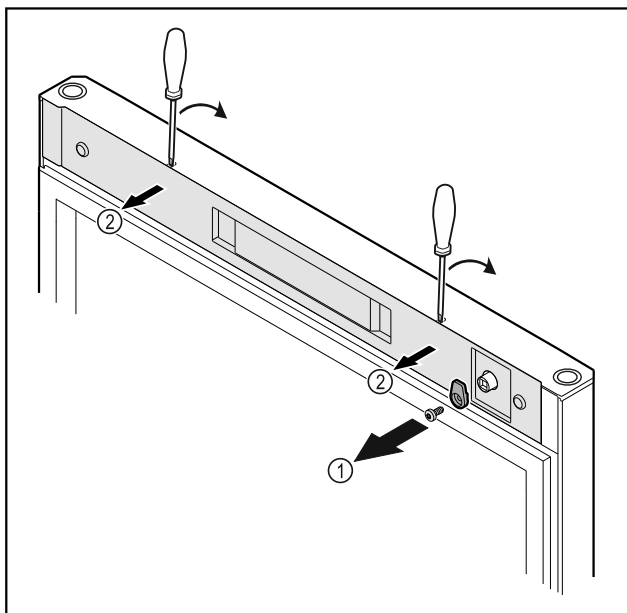

Fig. 16
- Schließhaken Fig. 16 (1) abschrauben.
- Abdeckung Fig. 16 (2) mit einem kleinen Schraubendreher ausrasten und abnehmen.